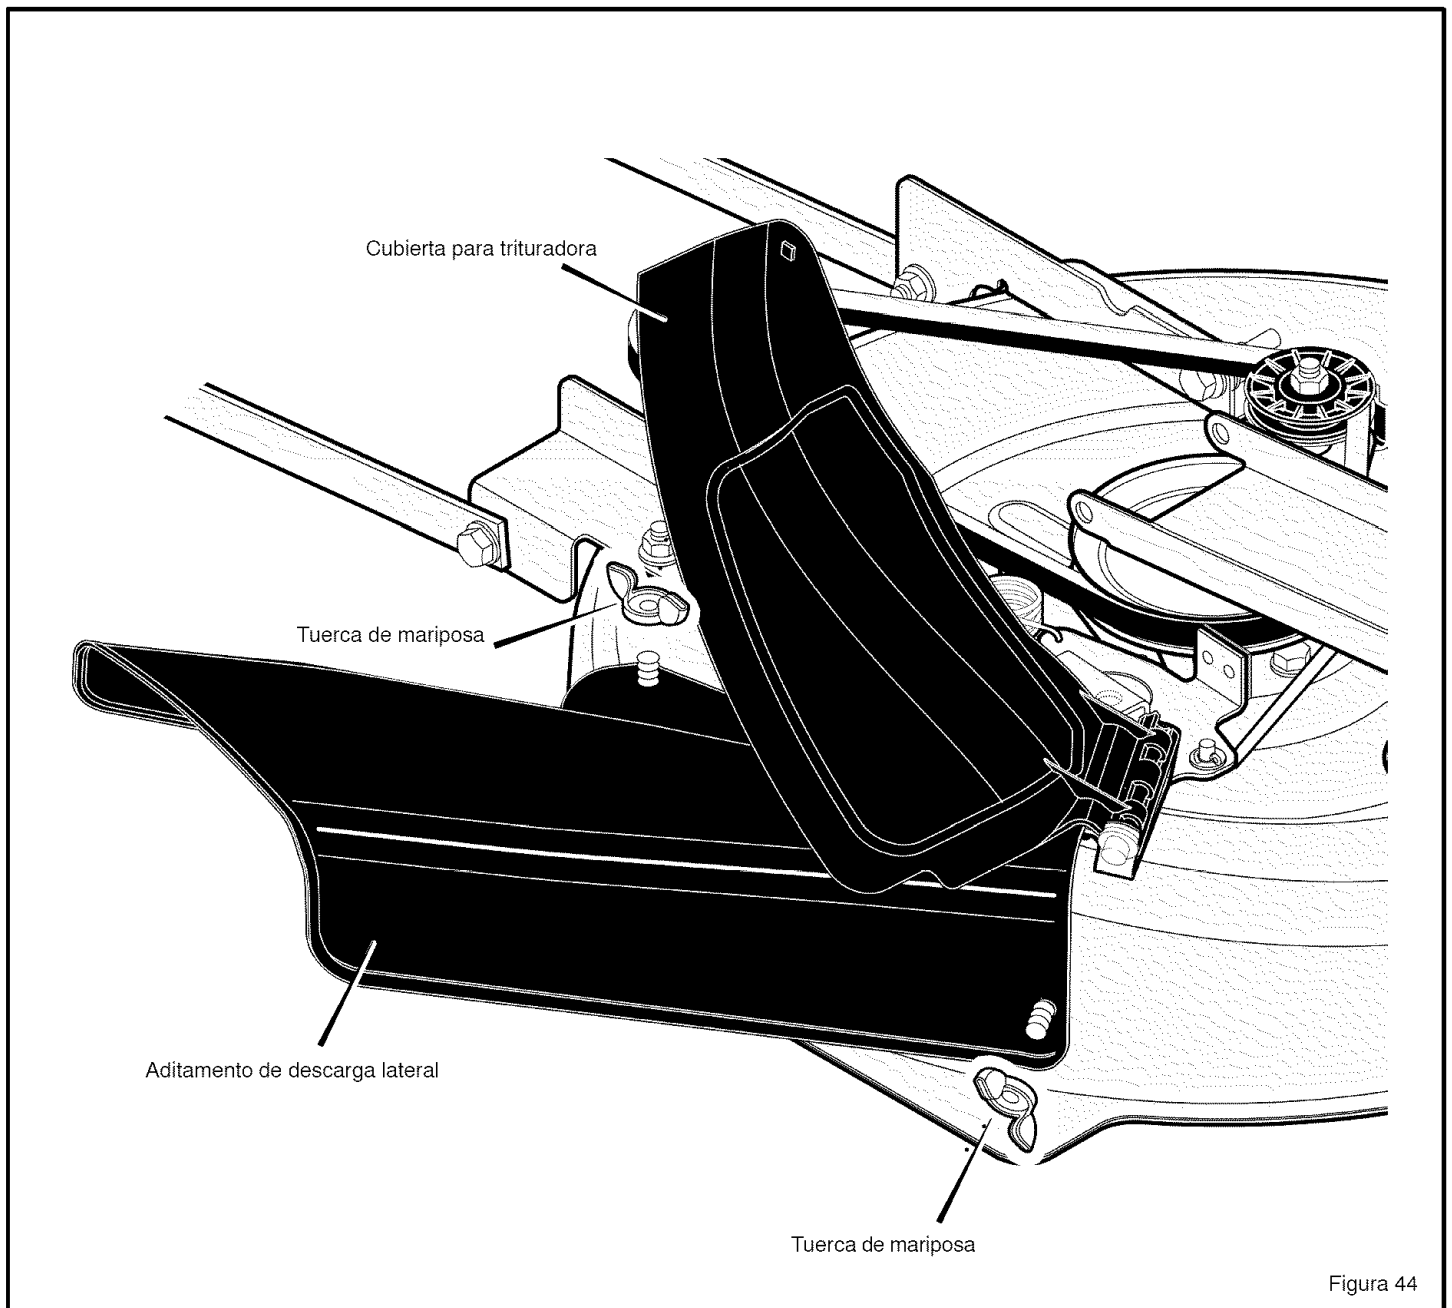

Figura 44
1. Desatornille las dos **tuercas de mariposa** (Figura 44).